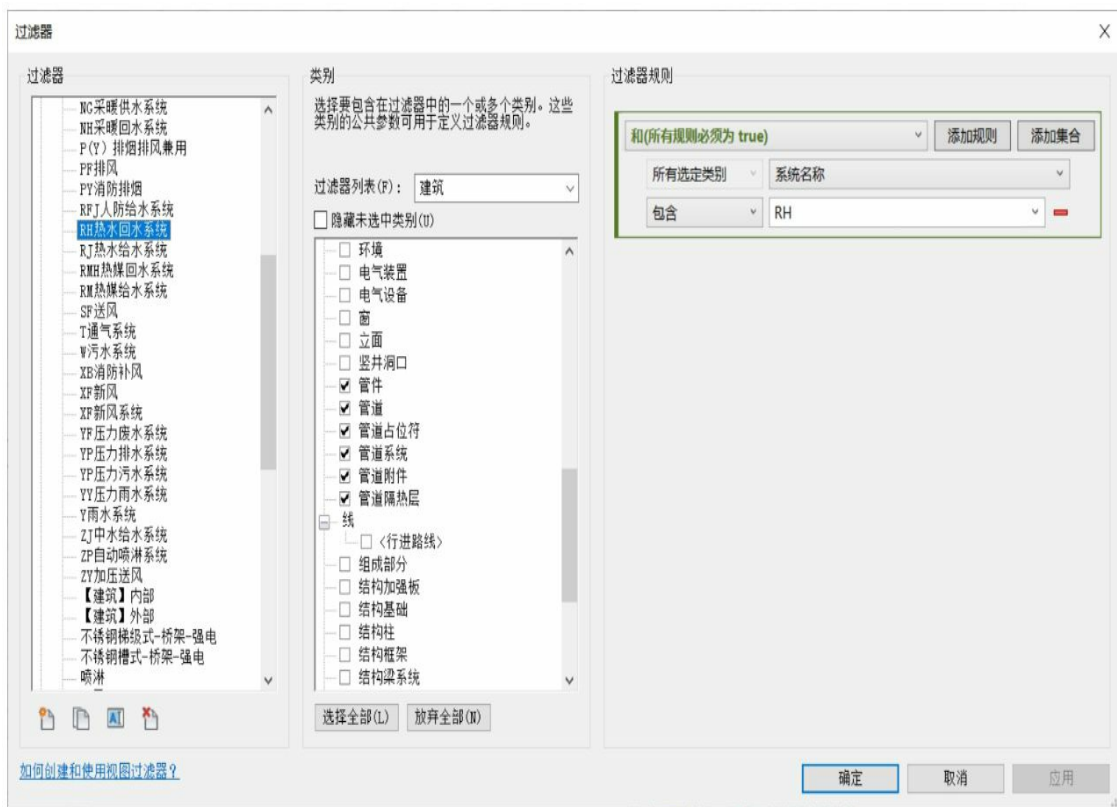

图1-19
(1) 单击“视图”选项卡>“图形”面板>“过滤器”。
(2) 在“过滤器”对话框中单击“新建”按钮 ，或选择现有过滤器，单击  按钮进入“过滤器”的编辑界面。在此也可单击新建按钮 ，创建新“过滤器”，或者单击“复制”按钮 。
(3) 在“类别”列表框中选择所要包含在过滤器中的一个或多个类别，如“RH热水回水系统”。
(4) 在“过滤器规则”选项组中设置过滤条件的参数，如“系统名称”，如图1-19所示。